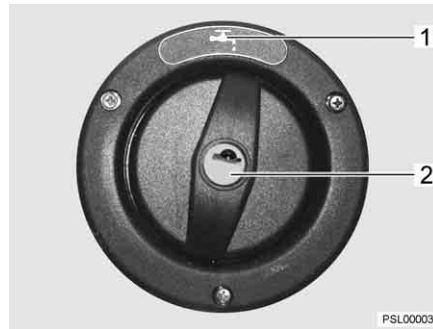

Fig. 164 Tapa de cierre para el tubo de llenado de agua potable
El tubo de llenado de agua potable está identificado con el símbolo "☞" (Fig. 164,1). La tapa de cierre se abre o cierra con la llave para las cerraduras de trampa exteriores.
- Introducir la llave en el cilindro de cierre (Fig. 164,2) y girarla un cuarto de vuelta en sentido contrario a las agujas del reloj.